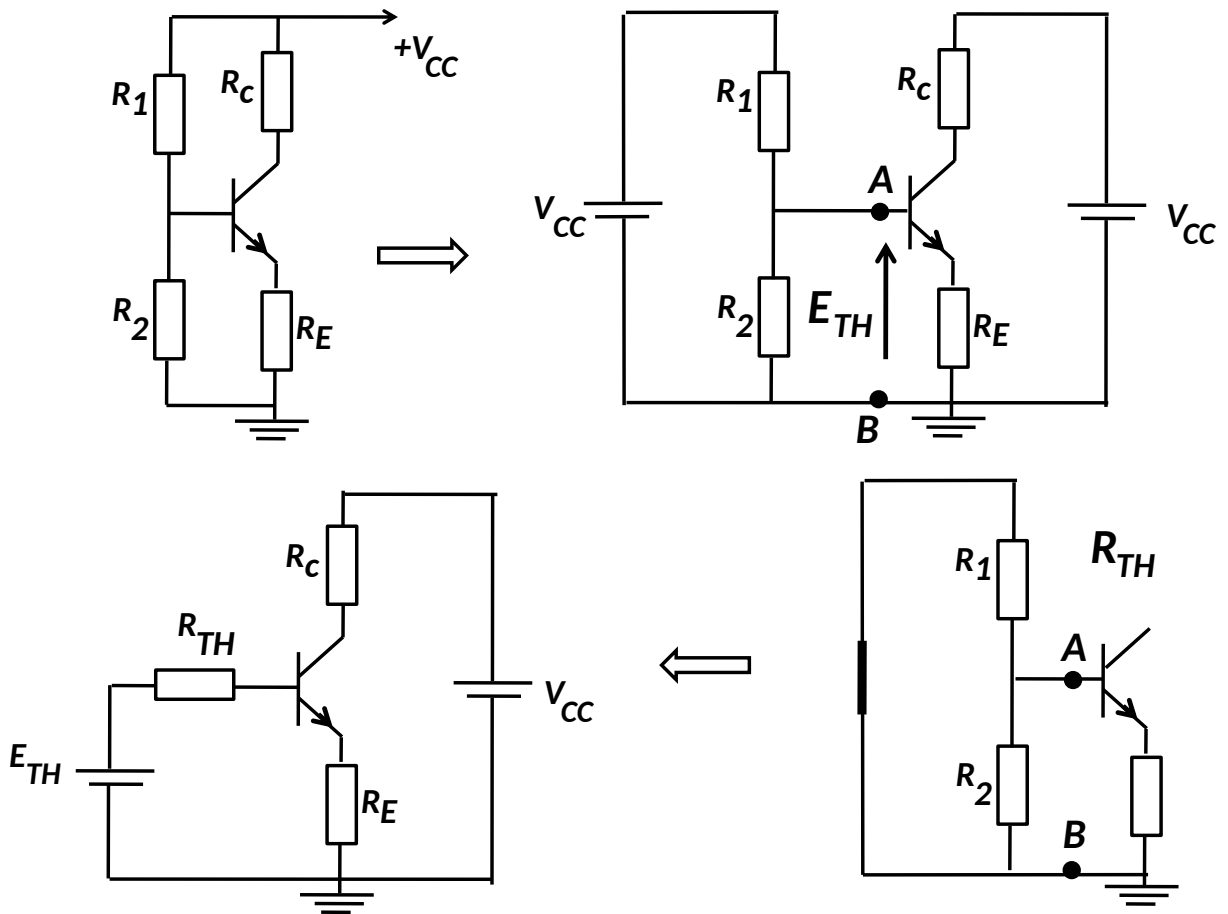

Figure 2: Transformation du montage
3. on suivant la démarche de la figure 2 et par application du théorème de Thévenin au niveau de l'entrée on trouve: